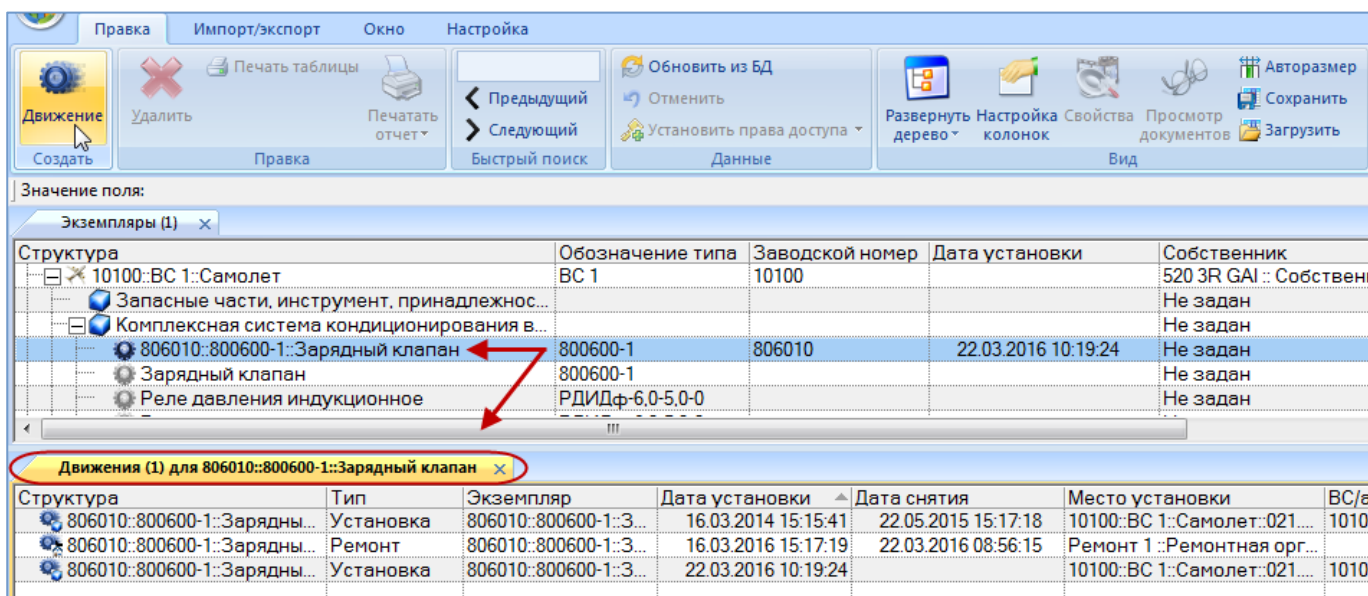

Рис. 13-168 – Создание движения экземпляра ПКИ в результате его списания
4) Выбрать открывшееся окно связанных объектов «Движения ПКИ в эксплуатации» и нажать кнопку «Движение» панели «Создать» (рис. 13-168).